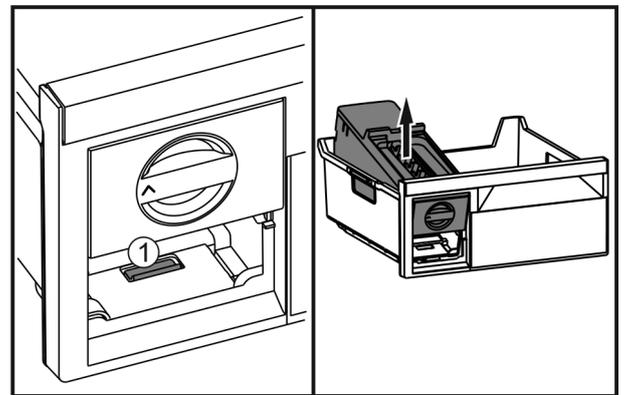

Fig. 46
- ▶ Appuyer sur la languette Fig. 46 (1), soulever l'EasyTwist-Ice depuis l'arrière et le faire sortir du tiroir de congélation.